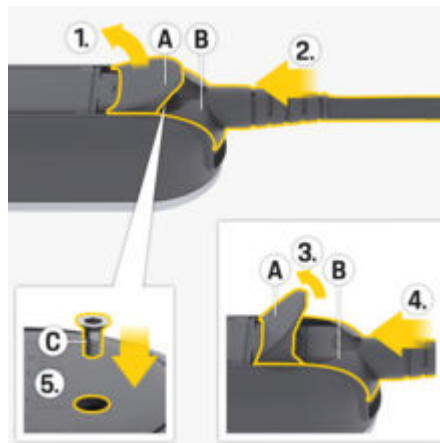

Fig. 68 Conectando o cabo de alimentação e o conector
1. Abra a tampa **A** (Fig. 68) cerca de 15 graus (somente até o conector **B** (Fig. 68) encaixar na unidade de comando).
2. Insira o conector **B** (Fig. 68) na unidade de comando até sentir a resistência pela primeira vez.
3. Abra completamente a tampa **A** (Fig. 68).
4. Empurre o conector **B** (Fig. 68) completamente.
5. Feche completamente a tampa **A** (Fig. 68) e fixe com o parafuso **C** (Fig. 68).